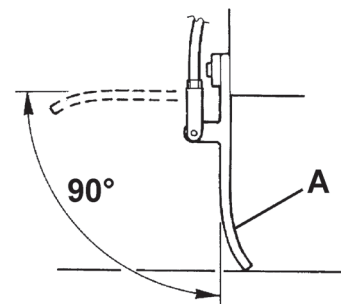

Рис. 16
12. Нажмите педаль подъема передней юбки (5) и проверьте, чтобы передняя юбка (А, Рис. 16) поднималась вверх примерно на 90° (как показано на рисунке). Отпустите педаль и проверьте, чтобы юбка вернулась в исходное положение, а не оставалась в промежуточном положении. Если необходимо, посмотрите Руководство по обслуживанию относительно регулировки или замены управляющего троса передней юбки.